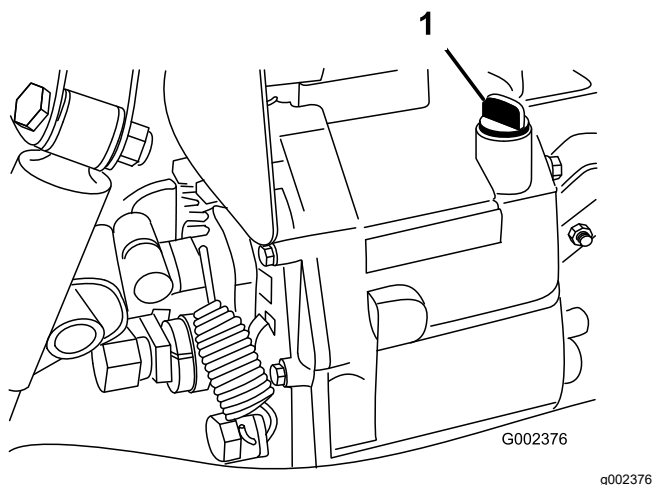

Figure 69
4. Nettoyez la surface autour de la jauge (Figure 69).